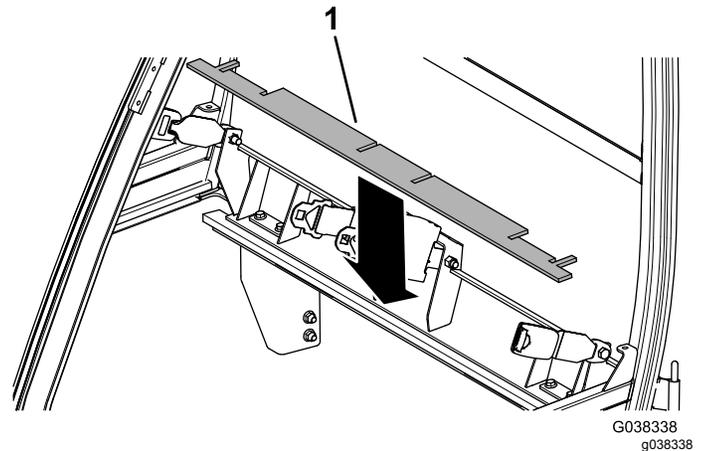

Figure 14
9. Installez le joint mousse supérieur (Figure 14).